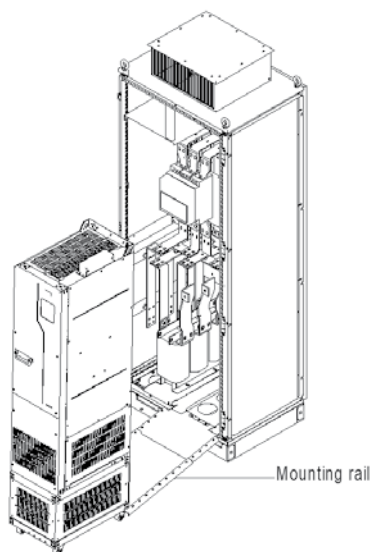
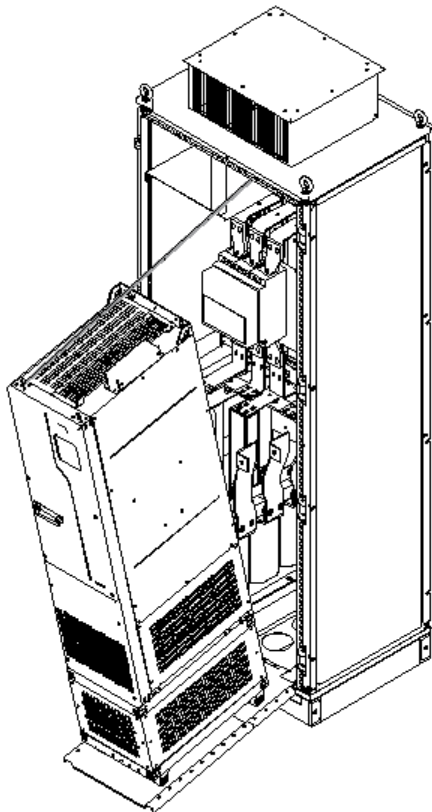

Рис. 4-15 Выравнивание роликов ПЧ с монтажной рейкой
Рис. 4-16 Медленно вставьте ПЧ в шкаф
- ПЧ может быть вставлен в шкаф или извлечен из него только после того, как ролики выровнены с направляющей. Для обеспечения безопасности попросите двух человек вставить ПЧ в шкаф или вынуть его из него. См. Рис. 4-15 и рис. 4-16.
4	Попросите двух человек выровнять ролики ПЧ с монтажной рейкой и подтолкнуть ПЧ к шкафу. (См. Рис. 4-15 и рис. 4-16. Используйте вспомогательный трос для крепления, чтобы предотвратить опрокидывание ПЧ в сторону.)